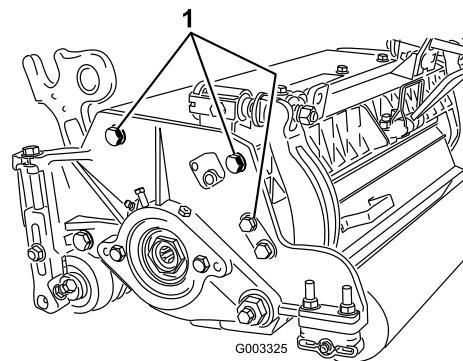

**Figura 10**
1. Ajuste os suportes do rolo traseiro (Figura 10) na altura desejada do limite de corte posicionando a quantidade necessária de cunhas por baixo da flange de montagem da placa lateral (Figura 10) de acordo com o quadro de altura de corte.